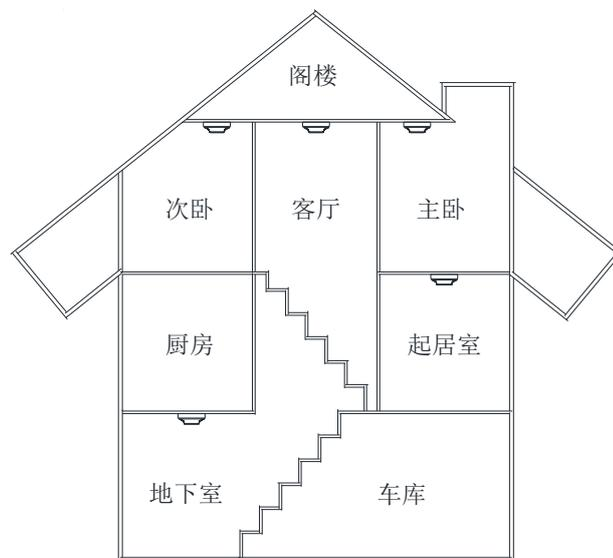

图 3 报警器安装位置示意图
①安装于房顶时: 报警器的边缘应距任何一面墙壁不小于 0.5m。
②安装于倾斜或人形屋顶时: 报警器应与屋顶保持一定的距离。当坡度小于 30 度时, 距离 0.2m 为宜, 大于 30 度则以 0.3m~0.5m 为宜。
③对燃烧产生的烟雾来说, 楼梯的作用与烟囱类似, 因此楼梯应安装报警器。
④空气流通的两个区域应分别安装报警器, 如客厅与卧室两个区域, 每个区域至少安装一个报警器。
⑤报警器安装位置可参考图 3, 请结合实际情况确定最佳安装位置。